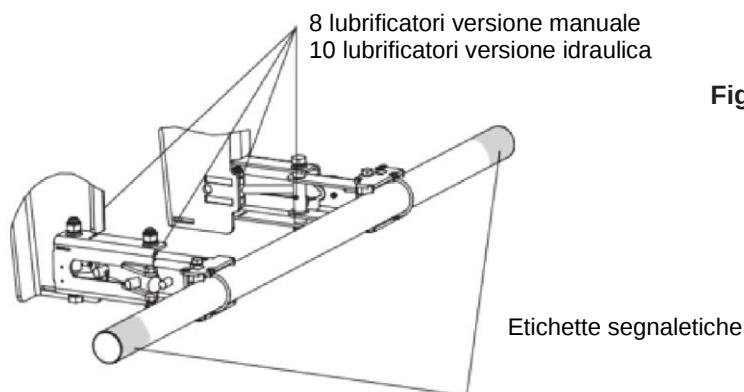

Fig. 16
- Incollare le etichette segnaletiche sul prodotto (vedi fig. 16).